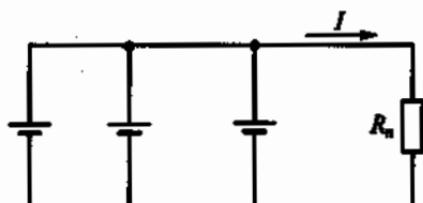

Рис. 7
1.14. Какой будет ток I в цепи батареи, образованной параллельным соединением трех одинаковых гальванических элементов (рис. 7) и питающей нагрузку с сопротивлением $R_n = 14 \text{ Ом}$, если ЭДС каждого гальванического элемента $E = 1,5 \text{ В}$, а внутреннее сопротивление $R_0 = 3 \text{ Ом}$?